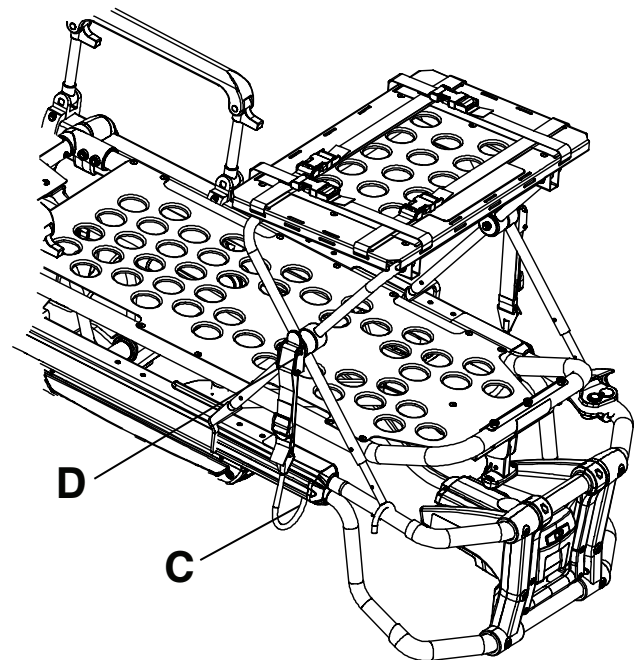

Figur 17 – Öppna defibrillatorplattformens ben
2. Öppna och fäll ut defibrillatorplattformens ben (Figur 17).